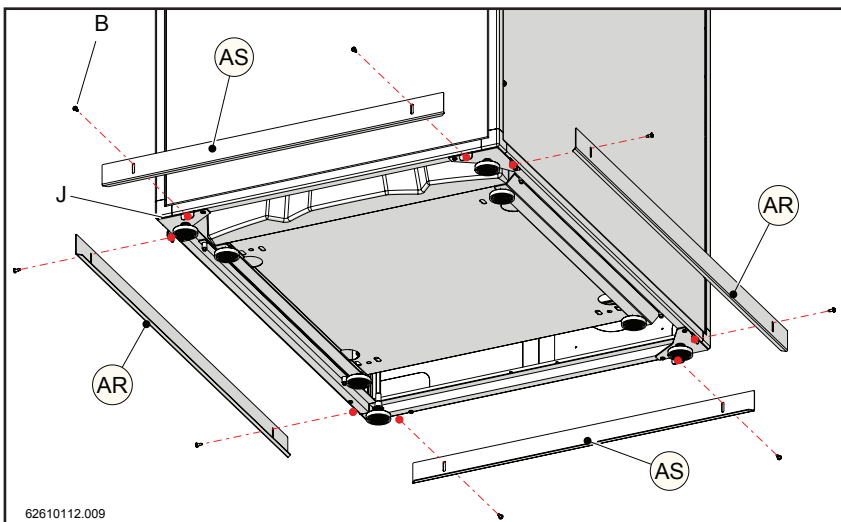

Figure 13-70
- 18.- Fixer enfin les tôles (AR) et (AS), à l'aide des vis « B » au châssis inférieur « J », comme indiqué dans les figures 13-70 et 13-71.